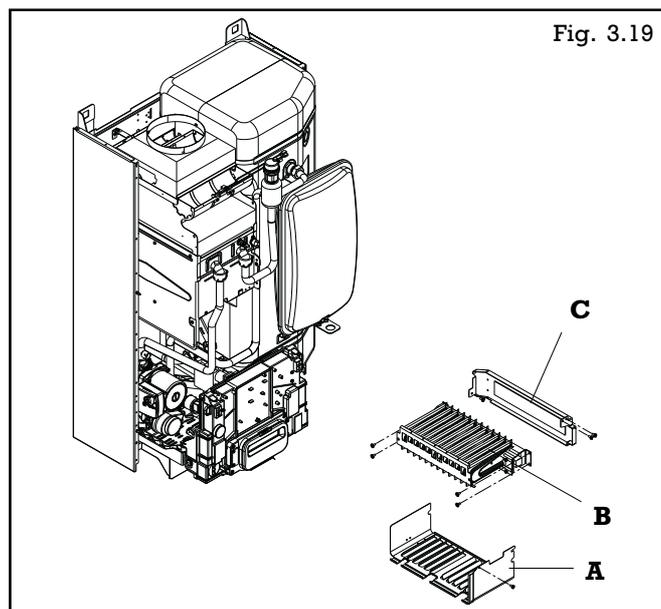

Fig. 3.19
- Déposer l'habillage et le dessus de la chambre de combustion (A, fig. 3.19)
- Déposer le brûleur (B, fig. 3.19) et son support (C, fig. 3.19) en les sortant par l'avant (1 vis à l'arrière sous le brûleur et 2 vis frontales à l'avant)